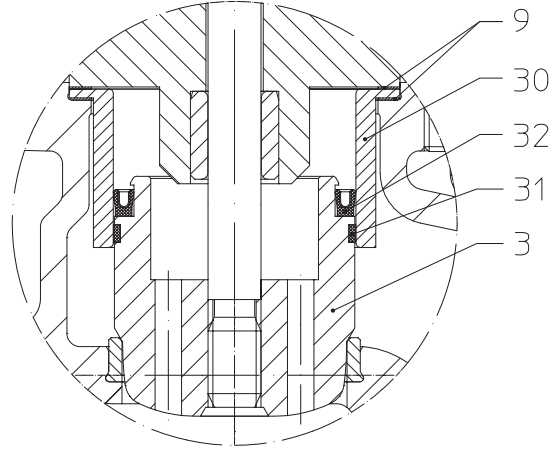

Рис. 20: затвор для понижения давления
- Установите новое уплотнение поршня (поз. 32), соблюдайте правильное монтажное положение (см. Рис. 20).